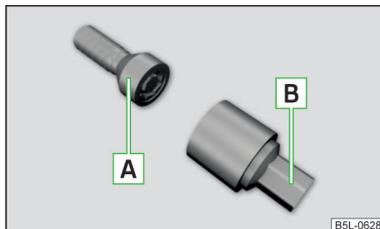

Fig. 183
Os parafusos antirroubo da roda protegem as rodas de serem roubadas. Estes só podem ser **soltos/apertados** com a peça de encaixe **[B]** » Fig. 183.
- » Colocar a peça de encaixe **[B]** » Fig. 183 até ao batente no parafuso antirroubo da roda **[A]**.
- » Coloque a chave de rodas até ao batente no parafuso da roda. Utilizar para os parafusos antirroubo da roda a peça de encaixe associada » Fig. 183 na página 159.